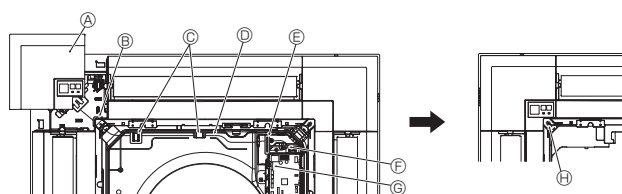

Fig. 9-9
9.4.5. Installazione del ricevitore di segnale (Fig. 9-9)